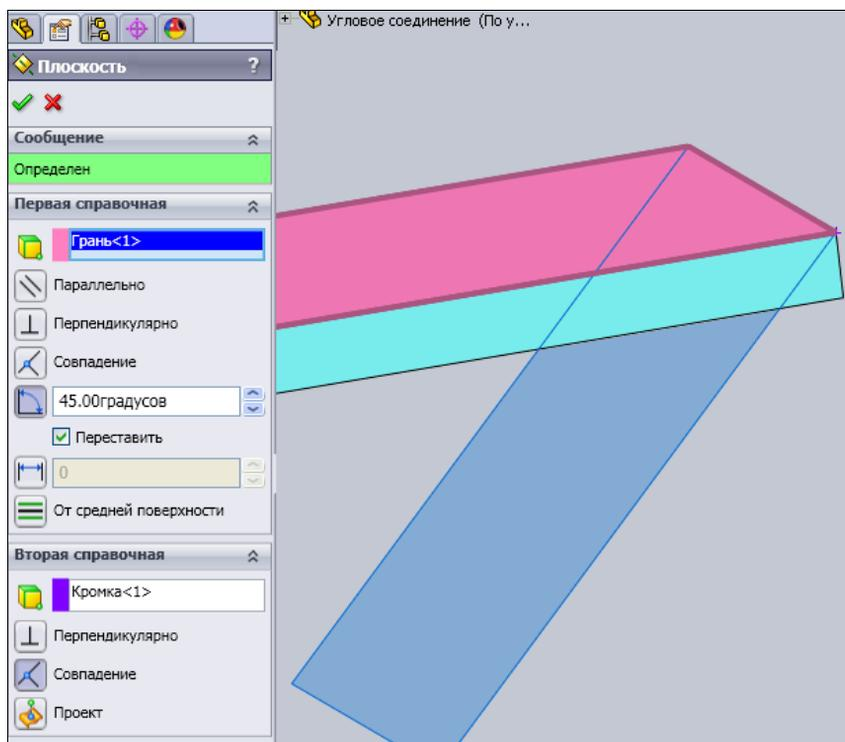

Рис. 5.43
2. Затем с помощью панели инструментов **Элементы** и команды  — **Вытянутая бобышка/основание** вытяните полученный эскиз на 10 мм (толщина детали). Теперь вставим плоскость под углом 45° к верхней грани построенной детали. Для этого пройдите путь **Вставка** | **Справочная геометрия** | **Плоскость**. В Менеджере свойств откроется диалоговое окно **Плоскость**. Щелкните мышью в поле **Выбор** и затем укажите верхнюю грань детали (рис. 5.43). Относительно этой грани будем вставлять новую плоскость. Теперь щелкните мышью в поле  — **Под углом** и задайте угол 45° . Осталось только указать кромку, через которую должна проходить новая плоскость — правую кромку на верхней грани. Установите флажок **Реверс направления**.